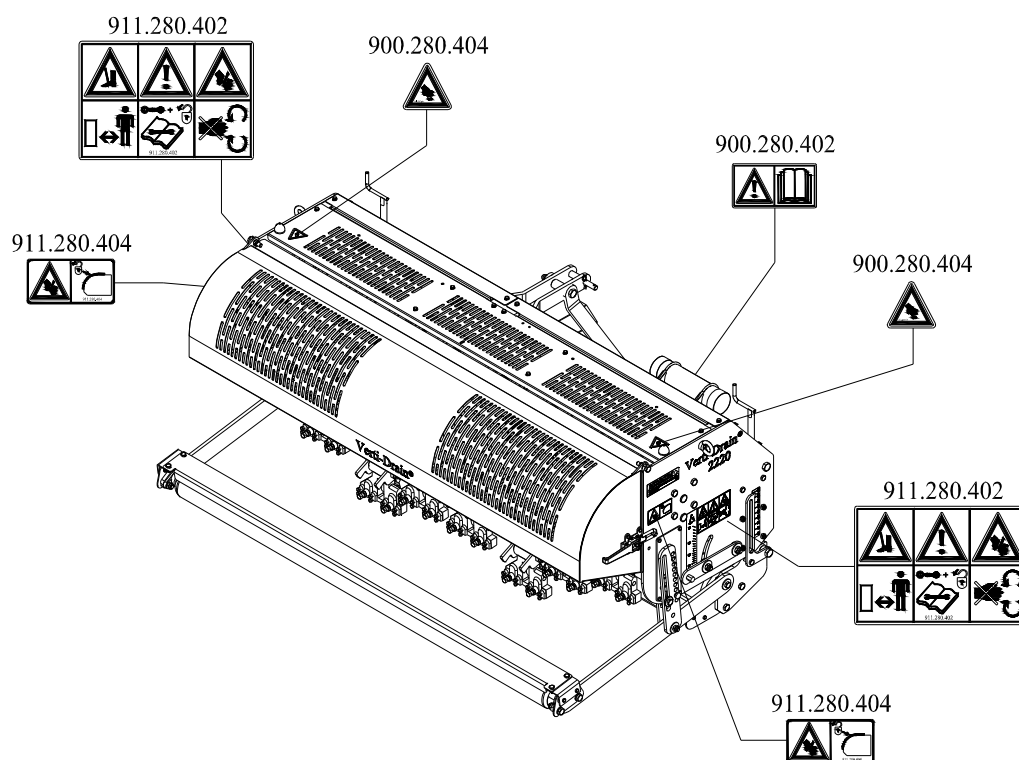

Figure 7
7. Emplacement des autocollants de sécurité (Figure 7)